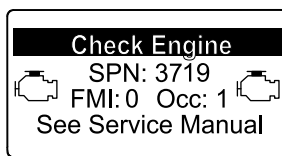

Bild 50
- Motorwarnung SPN 3719, FMI 0 (Bild 50)